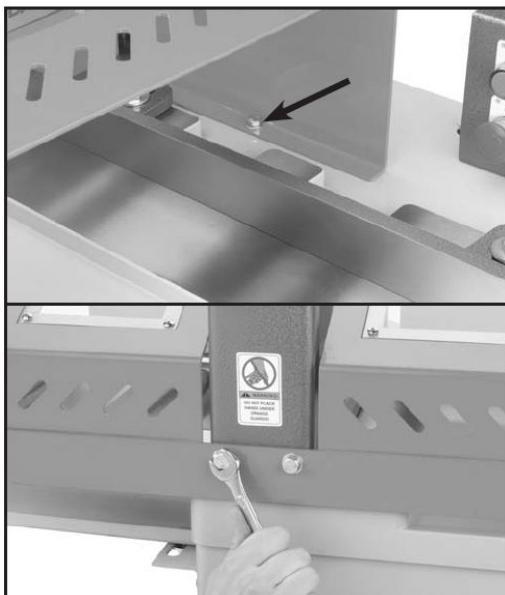

Рис. 22. Крепление защитного кожуха с помощью болтов
- Установите защитный кожух и закрепите его с помощью снятых болтов, как показано на рис. 22.